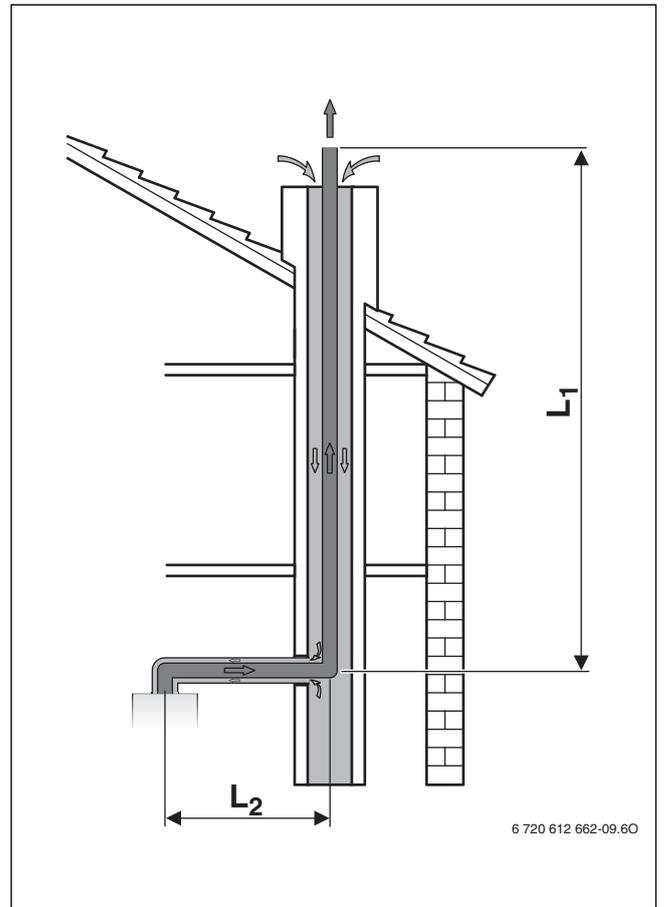

Fig. 15 Sistema di aspirazione/scarico tramite cavedio C₉₃
- Quando l'alimentazione di aria comburente avviene in controcorrente tramite il cavedio (→ figure 15 e 16), il cavedio deve essere pulito.